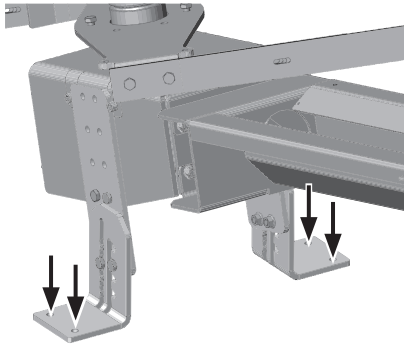

Fig. 166 Antrieb am Boden festschrauben
- ▶ Rührwerk am Boden festschrauben – Fig. 166.